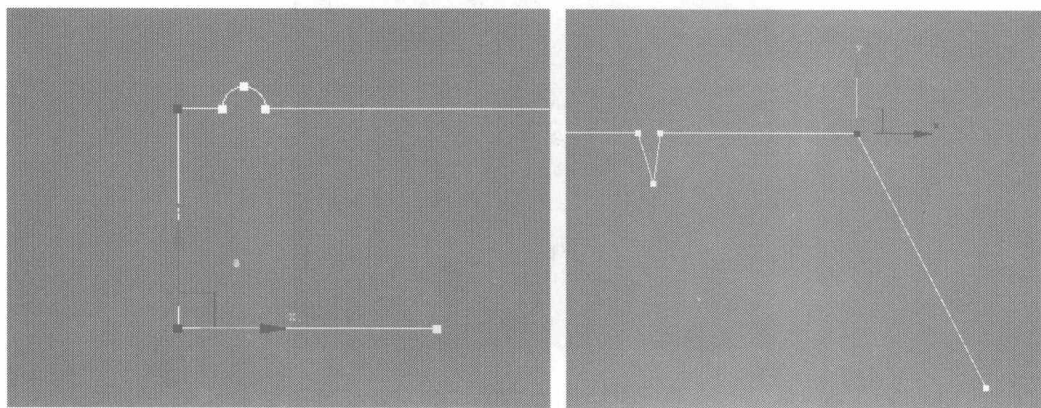
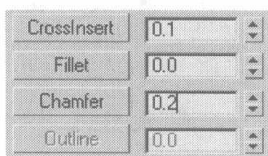
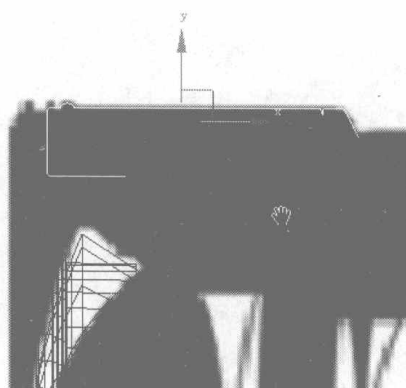

图 6.374
图 6.375
图 6.376
- 14 分别选择曲线上如图 6.374 所示的节点，在控制面板中设置添加节点的参数，如图 6.375 所示，并将调整后的曲线移动到如图 6.376 所示的位置。